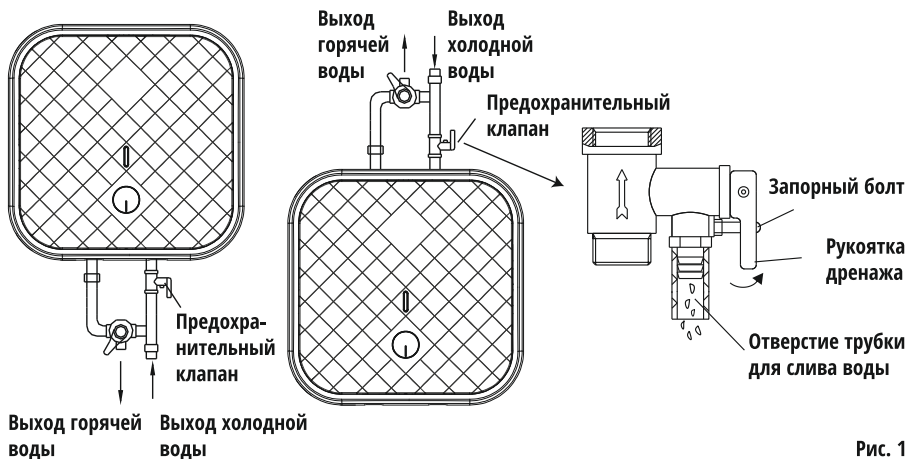

Рис. 1
9. Для слива воды из рабочего бака следует использовать выходной патрубок (отвернуть гайку на выходном отверстии), или через предохранительный клапан (отвернуть болт на предохранительном клапане, повернуть рукоятку дренажа вверх. см. рис. 1).